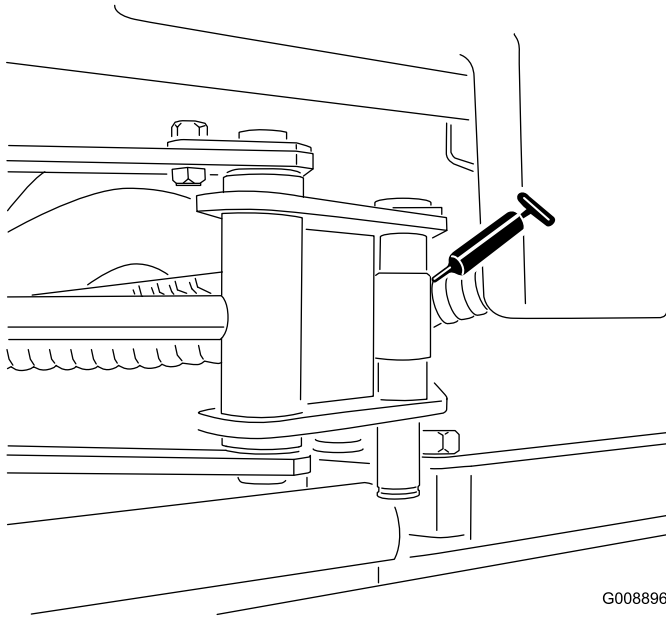

Figura 35
- Extremos de los cilindros del SideWinder (2 (Figura 35))